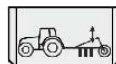

Рис. 63
→ Полностью поднимите агрегат (Рис. 63/1)
4. Поднимите нижние тяги трактора (Рис. 63/2).
→ Полностью разложите агрегат (Рис. 63/3).
→ Полностью опустите агрегат (Рис. 63/4).
7. Опустите нижние тяги трактора (Рис. 63/5)